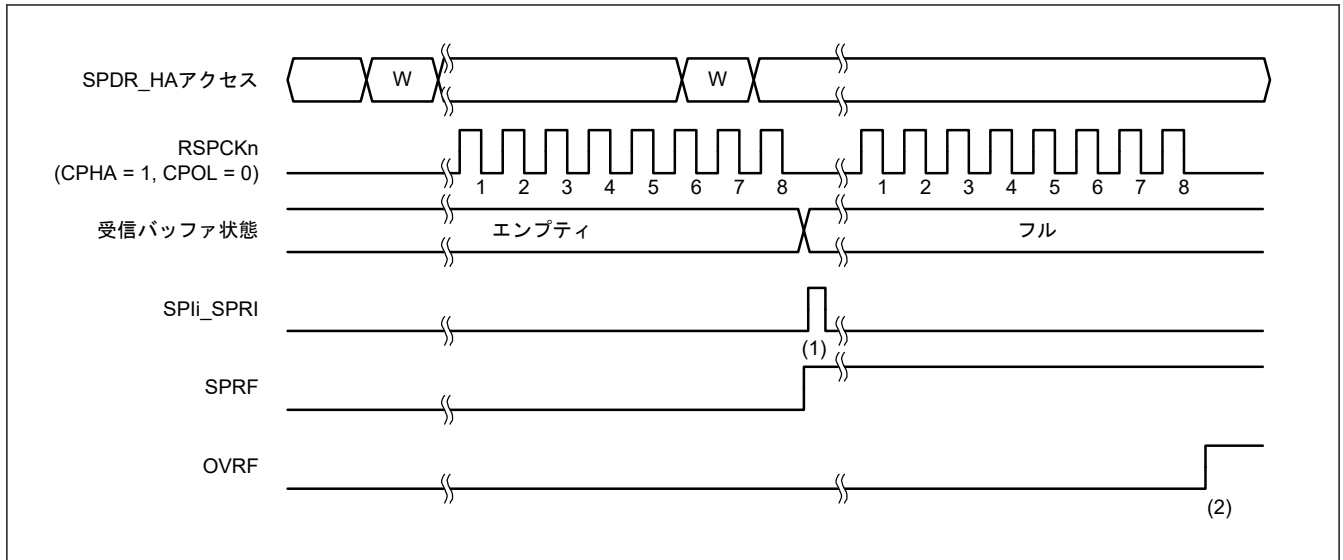
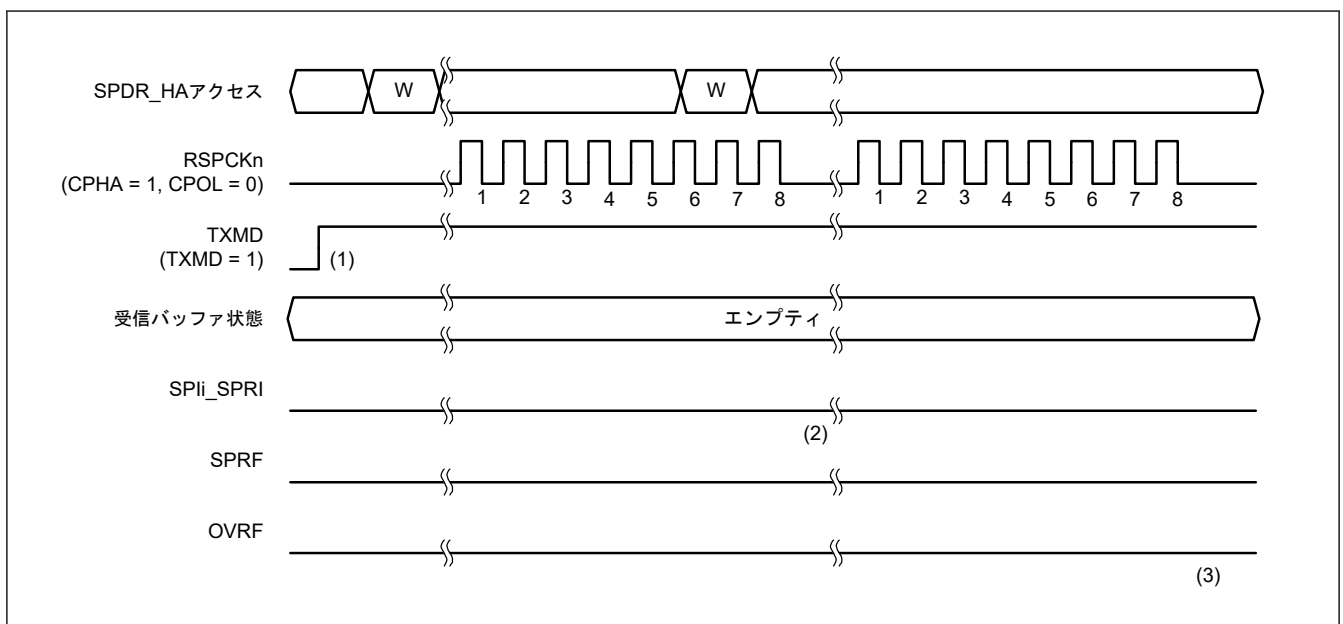
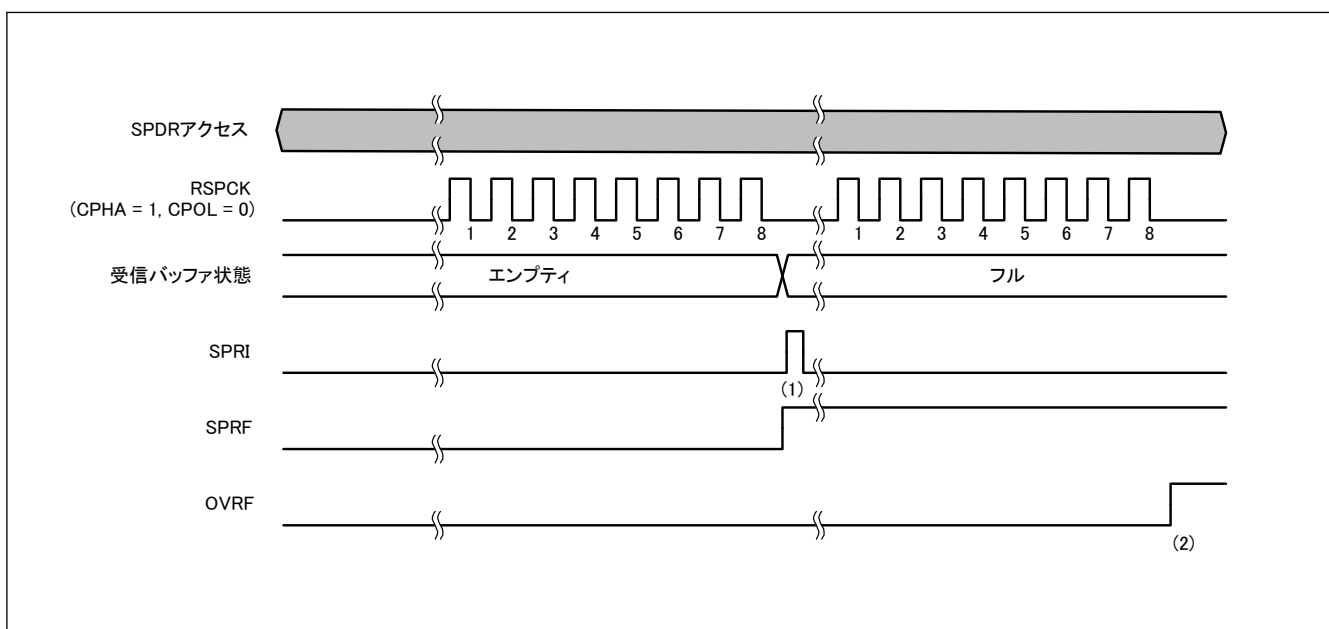

図 30.26 SPCR3.ETXMD = 0 かつ SPCR.TXMD = 0 の動作例
図 30.27 SPCR3.ETXMD = 0 および SPCR.TXMD = 1 の動作例
図 30.28 MSTR = 0 かつ ETXMD = 1 の場合の動作例
通信動作モード選択ビット (SPCR.TXMD) の設定により、全二重同期式シリアル通信または送信のみの動作が選択できます (拡張通信モード選択ビット (SPCR3.ETXMD) が 0 の場合)。SPCR3.ETXMD ビットが 1 の場合、スレーブモード (SPCR.MSTR = 0) で SPI の動作は受信のみです。これは SPCR.TXMD ビットが SPI の動作に影響を及ぼさないためです。図 30.26、図 30.27、および図 30.28 に記載した SPDR アクセスは、SPDR レジスタへのアクセス状況を示しています。W は書き込みサイクルを示しています。
図 30.26 に、SPI コントロールレジスタ 3 (SPCR3) の拡張通信モード選択ビット (ETXMD) を 0、通信動作モード選択ビット (SPCR.TXMD) を 0 にした場合の動作例を示します。この例では、SPDCR.SPFC[1:0] ビットが 00b、SPCMDm.CPHA ビットが 1、SPCMDm.CPOL ビットが 0 の設定で、SPI が 8 ビットのシリアル転送を実行しています。RSPCKn 波形の下に記載した数字は、RSPCK サイクル数 (= 転送ビット数) を示しています。
以下に、図 30.26 の (1)、(2) に示したタイミングでのフラグ動作を説明します。
図 30.27 に、拡張通信モード選択ビット ($SPCR3.ETXMD$) を 0 にした場合および通信動作モード選択ビット ($SPCR.TXMD$) を 1 にした場合の動作例を示します。この例では、 $SPDCR.SPFC[1:0]$ ビットが 00b、 $SPCMDm.CPHA$ ビットが 1、 $SPCMDm.CPOL$ ビットが 0 の設定で、SPI が 8 ビットのシリアル転送を実行しています。RSPCKn 波形の下に記載した数字は RSPCK サイクル数 (= 転送ビット数) を示しています。
以下に、図 30.27 の (1)~(3) に示したタイミングでのフラグの動作内容を説明します。
SPI コントロールレジスタ (SPCR) の SPI マスタ/スレーブモード選択ビット (MSTR) を 0 に設定し、SPI コントロールレジスタ 3 (SPCR3) の拡張通信モード選択ビット (ETXMD) を 1 に設定した場合の動作例を図 30.28 に示します。SPI データコントロールレジスタ (SPDCR) の SPFC[1:0] ビット = 00b、SPI コマンドレジスタ (SPCMD) の CPHA ビット = 1、SPCMD の CPOL ビット = 0 の設定で、SPI が 8 ビットデータシリアル転送をする例を図 30.28 に示します。RSPCK 波形の下の番号は、RSPCK 周期の番号 (転送ビットの番号) を示します。